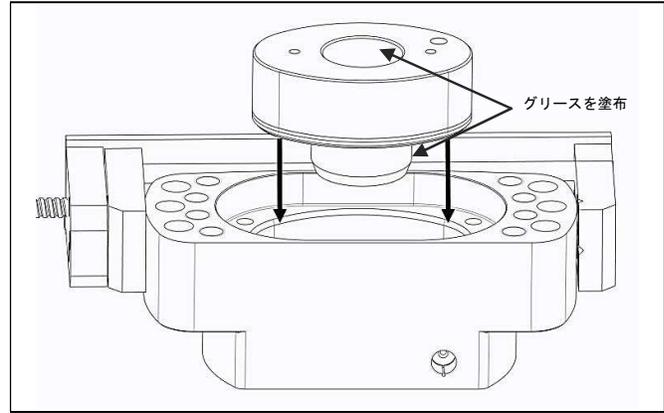

図 4.9 グリースの塗布およびピストンの取り付け
a) ピストンアセンブリをボディにスライドさせるときは、内側面に損傷を与えないように注意します。（図 4.9）